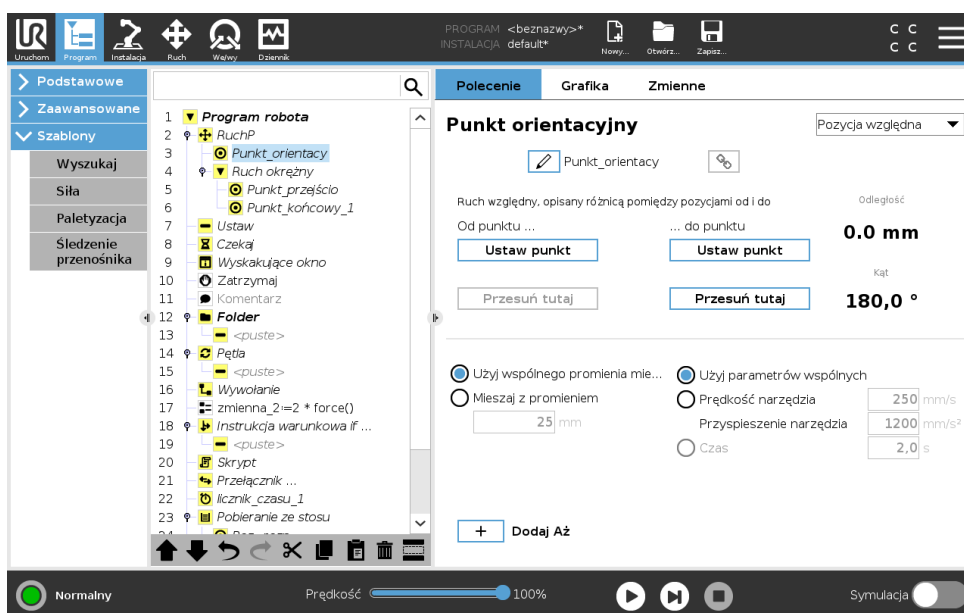

Rysunek 15.6: Ruch i mieszanie w przestrzeni przegubów (RuchJ) – przestrzeni kartezjańskiej (RuchL).
- **Mieszanie zawierające RuchJ** Mieszanie RuchuJ powoduje powstanie płynnej krzywej w przestrzeni przegubów. Dotyczy to mieszania z RuchuJ do RuchuJ, z RuchuJ do RuchuL oraz z RuchuL do RuchuL. Mieszanie powoduje powstanie płynniejszej i szybszej trajektorii w porównaniu do ruchów bez mieszania (zob. rysunek 15.6). Jeśli do określania profilu prędkości stosowane są prędkość i przyśpieszenie, podczas mieszania zachowany zostaje promień mieszania. Jeśli do określania profilu prędkości obu ruchów stosowany jest czas zamiast *prędkości i przyśpieszenia*, trajektoria mieszania odpowiada trajektorii oryginalnego RuchuJ. Jeśli oba ruchy są ograniczone czasowo, funkcja mieszania nie zapisuje czasu.